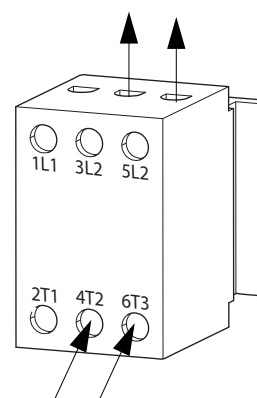

FIG. 9: Frånkopplingskontaktplint
- Sätt fast jordledningen på jordpinnbulten inuti kopplingsboxen (K).
- Referera till FIG. 9 och anslut ledningarna från nätsladden till kontaktarna 4T2 och 6T3 på terminalblocket.